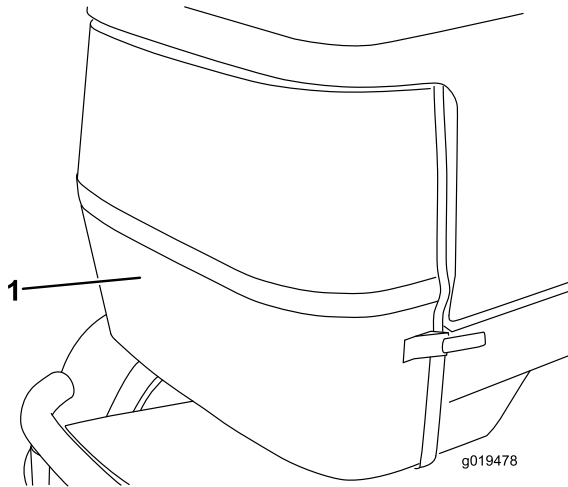

Figura 70
2. Sbloccate la griglia posteriore e toglietela (Figura 70). Pulitela accuratamente.